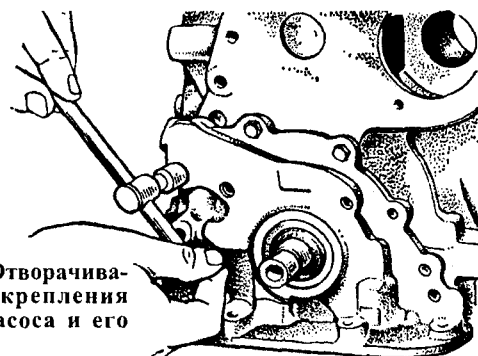

Рис. 2.15. Отворачивание болтов крепления масляного насоса и его снятие
- Отвернуть болты и снять держатель манжеты с прокладкой и масляный насос в сборе (рис. 2.15).